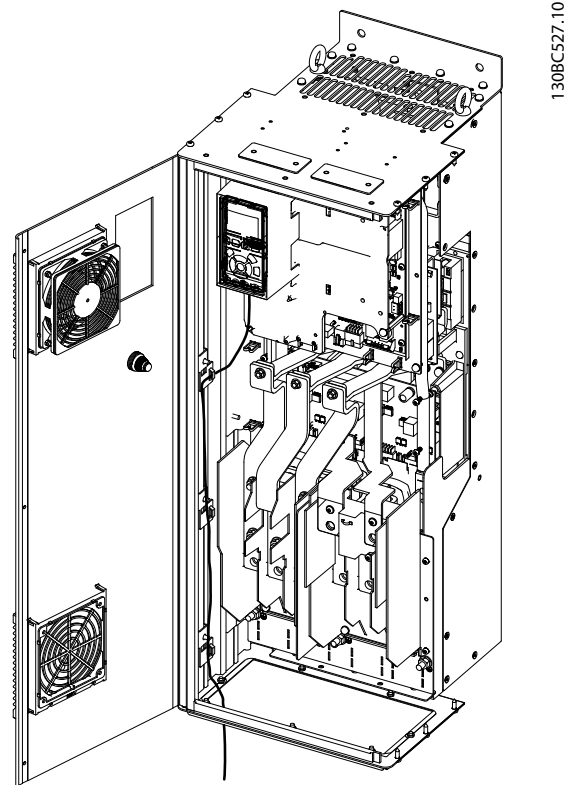

Abbildung 3.10 Verdrahtung für Gehäusetypen D, E und F
4. Befestigen Sie den Kabelschirm mit einer Kabelschelle oder einem Kabelbinder an der Metallgrundplatte, siehe *Abbildung 3.10*.
5. Befestigen Sie das Kabel und verlegen Sie dieses mit anderen Steuerleitungen in der Einheit, siehe *Abbildung 3.10*.